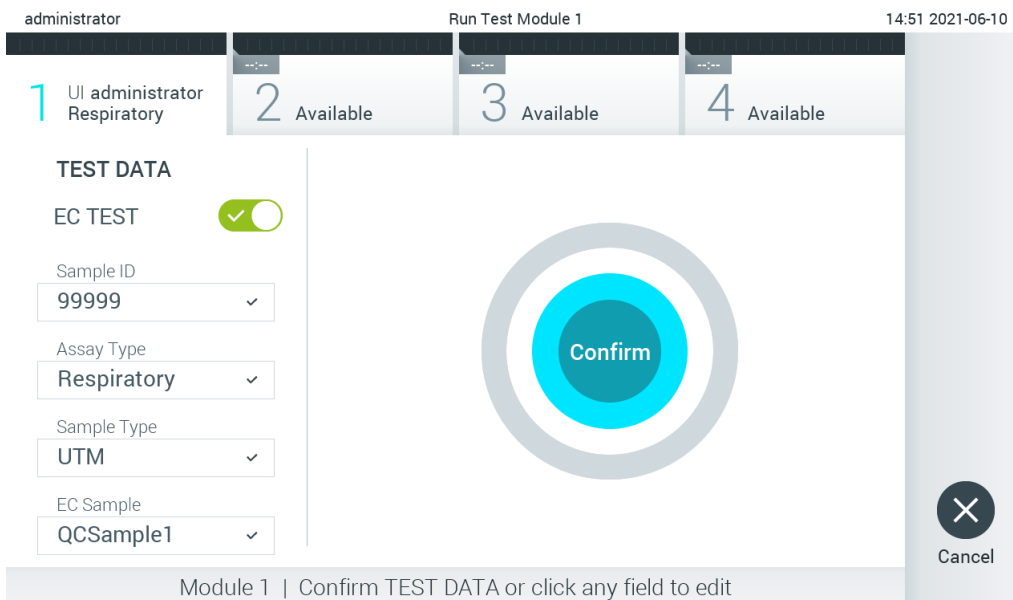

Figura 93. O ecrã Confirm (Confirmar).
7. É apresentado o ecrã Confirm (Confirmar). Analise os dados introduzidos e efetue as alterações necessárias, premindo os campos relevantes no ecrã tátil e editando as informações (Figura 93).